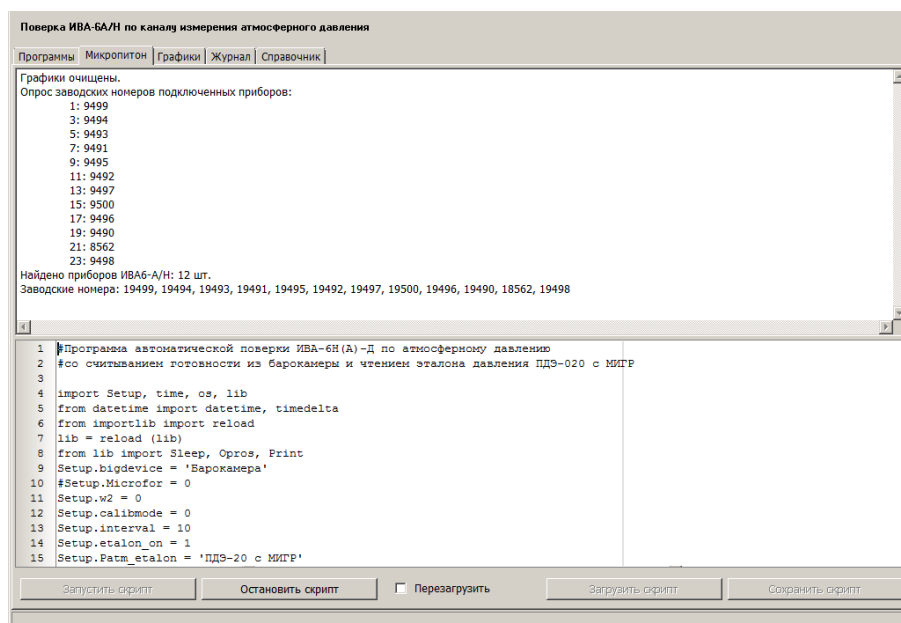

Рисунок 21 – Проверка корректности работы программы.
9.3.6. На вкладке «Микропитон» будут отображены заводские номера (Рисунок 21).